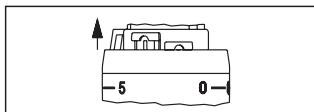

Fig. 7
1. Far scorrere le clip di limitazione dalla «posizione di sicura» (tra il numero di impostazione «5» e «0», Fig. 7) con un l'aiuto di un attrezzo idoneo o un perno.